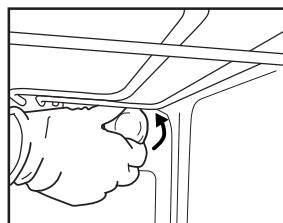
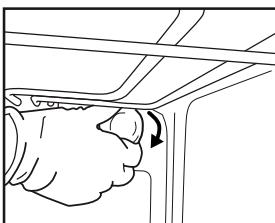

Bild 6
Bild 7
2. Skruva loss lampglaset (Bild 6), byt ut glödlampan (se notering för typ av lampa) och skruva tillbaka lampglaset (Bild 7).